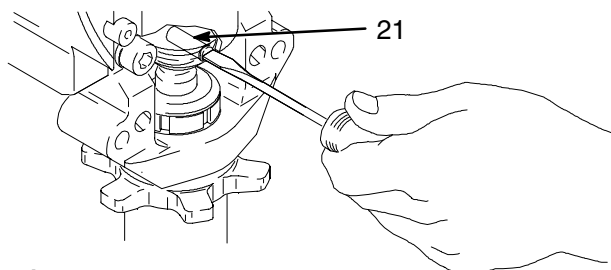

Fig. 12
3. Fig. 12. Använd en skruvmejsel: tryck upp hållarfjäders och tryck ut stiftet.
2. Fig. 12. Tryck in stiftet (21) i hålet och tryck ner hållarfjäders i spåret helt runt om vevstaken.